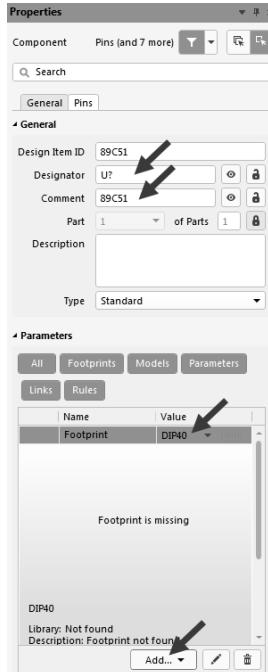
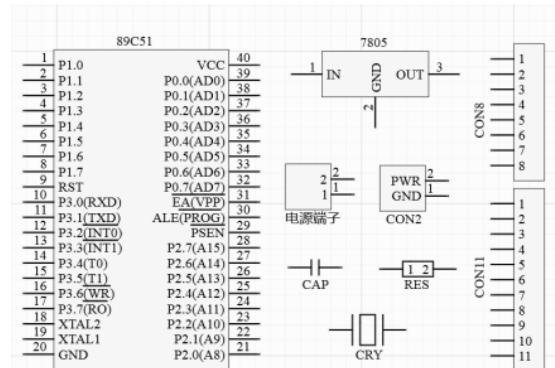

图 5-108 元件属性设置
图 5-109 创建的元件及部分图形
(5) 在元件列表中双击“89C51”元件，可以对此元件的属性进行设置，如图 5-108 所示。
- ① Designator: 填写“U? ”。
- ② Comment: 填写“89C51”。
- ③ Footprint: 填写封装名称为“DIP40”。
(6) 重复第(1)步至第(5)步的操作，完成对元件“7805”、“CAP”、“CON2”、“CON8”、“CON11”、“CRY”、“RES”及“电源端子”的创建，如图 5-109 所示。